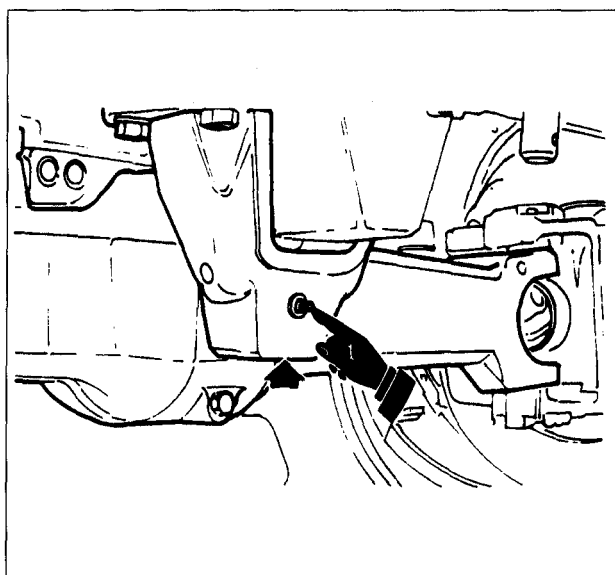

Fig. 2.
- Scharnierpunten van de assen voor 4-WD (voor en achter) (fig. 2 en 3), aantal smeernippels ...2.
Om de smering van het scharnierpunt te verbeteren moet de vooras omhoog getild worden, door een krik onder de steun te plaatsen, zoals met een pijl is aangegeven (fig. 2).